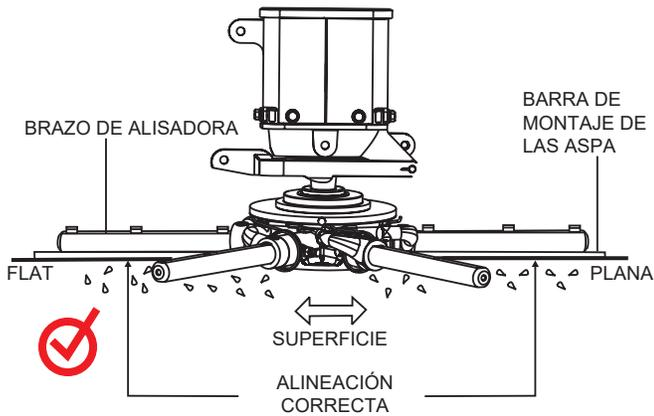

Figura 48. Alineación correcta de la placa de la cruceta
2. Inclíne las aspas hasta que queden lo más planas que sea posible. Los pernos de ajuste apenas deben hacer contacto con la plancha de desgaste inferior en la cruceta. Si una no hace contacto (Figura 48), será necesario ajustar.